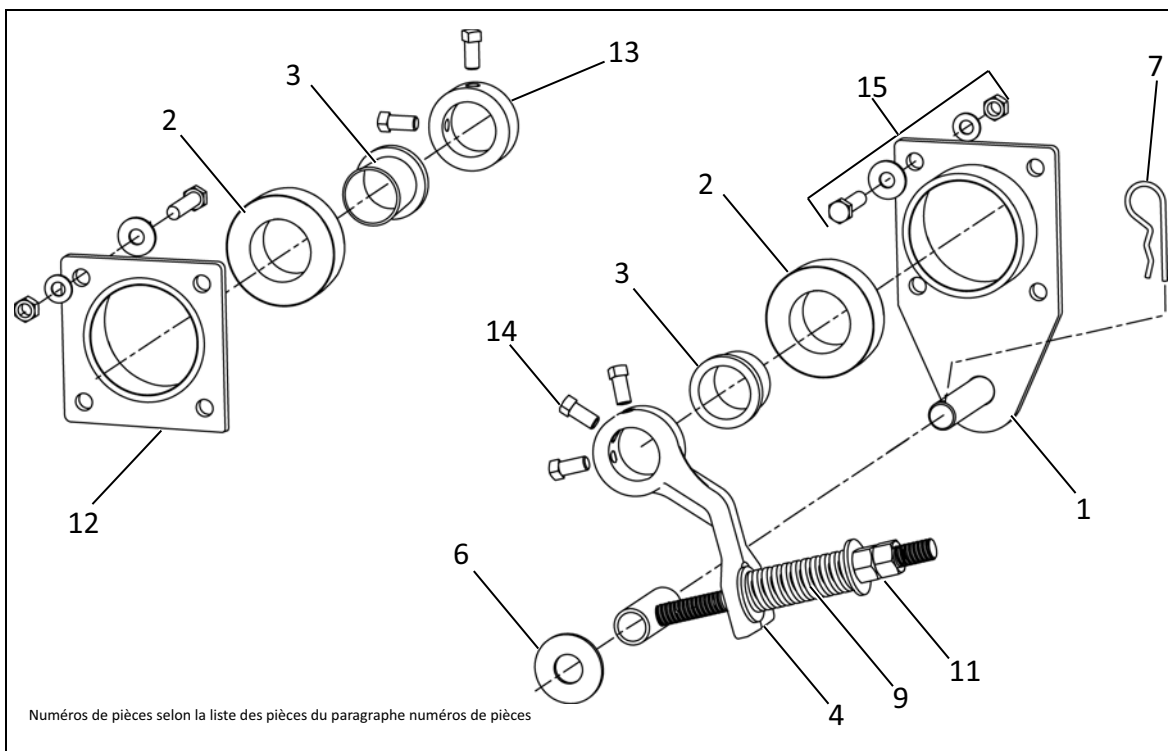

Fig. 4: Installation du dispositif de tension à ressort
1. Pousser l'anneau en caoutchouc (2) et la douille en nylon (3) sur l'axe principal et les insérer depuis l'intérieur de la rampe dans la plaque d'installation.
2. Pousser le bras de serrage (4) depuis l'extérieur de la rampe sur l'axe principal et pousser le bras de serrage sur les écrous de la plaque d'installation (1).
3. Sécuriser le bras de serrage (4) avec la rondelle plate (6) et la clavette à ressort (7).
4. Pour les dispositifs de tension Dual, répéter les étapes 1 à 3 sur le côté opposé. Régler les lames de racleur légèrement contre la bande de convoyage. Appuyer le bras de serrage (4) contre le ressort (9) et sécuriser ce dernier avec les vis à tête carrée (14).
- Serrer le racleur de bande de convoyage en tournant l'écrou à six pans (11) dans le sens horaire contre le ressort jusqu'à ce qu'il atteigne la longueur comprimée indiquée sur l'autocollant des valeurs de serrage (fig. 4).
- Sécuriser ensuite les deux écrous hexagonaux (11).